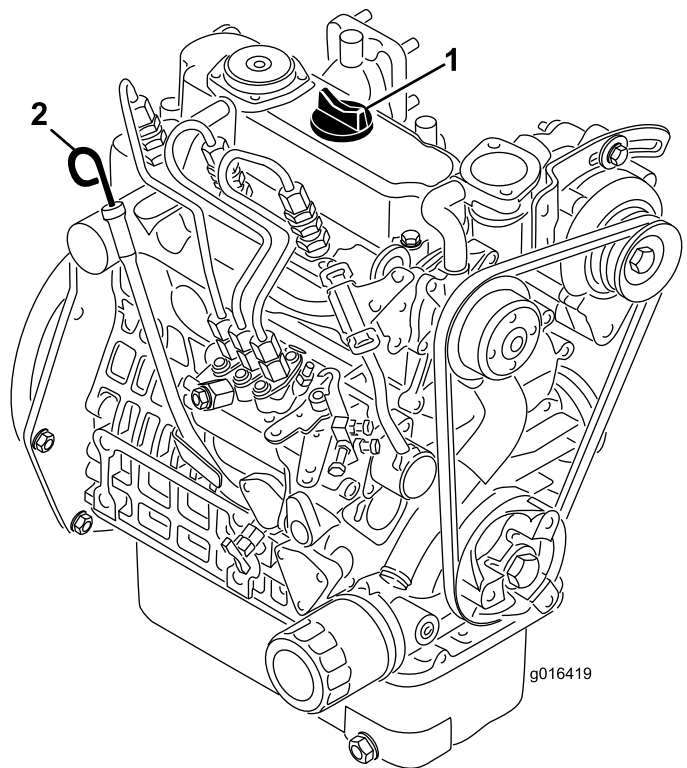

図 35
2. ディップスティックを抜きウェスで一度きれいに拭く(図 35)。